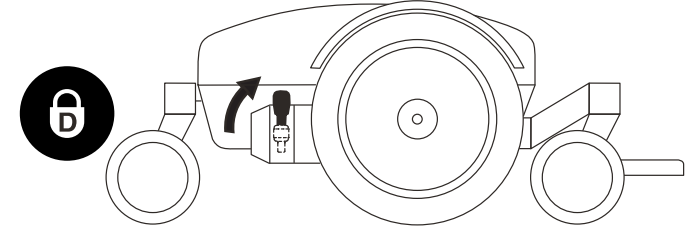

Figure 2. Fonctionnement du levier d'embrayage manuel
1. Poussez les deux leviers vers le bas pour débrayer le fauteuil et passer au neutre (moteurs désengagés). Voir la figure 2.
2. Tirez sur les deux leviers pour embrayer les moteurs et passer en mode de fonctionnement. Voir la figure 2.